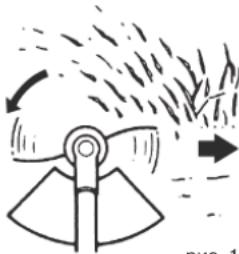

рис. 14
1. Держите бензокосу во время работы таким образом, чтобы косильная головка не касалась постоянно земли. Рис. 14.